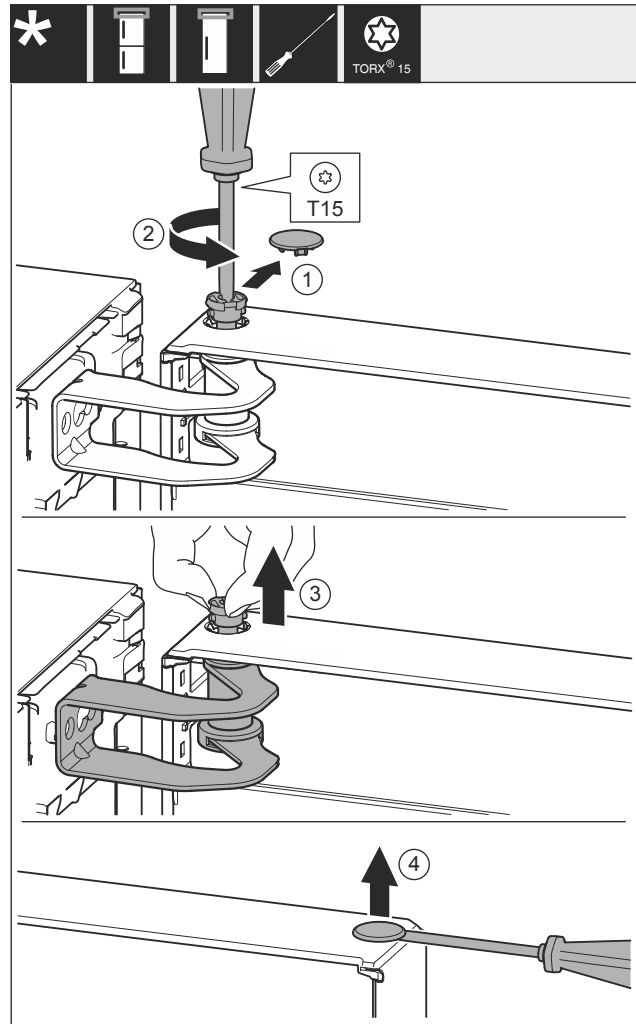

Fig. 24
- Abdeckung Fig. 24 (1) vorsichtig entfernen.
- Bolzen Fig. 24 (2) mit Schraubendreher ein Stück herausdrehen.
- Bolzen Fig. 24 (3) mit den Fingern herausziehen.
- Abdeckung Fig. 24 (4) vorsichtig mit einem Schraubendreher anheben und entfernen.